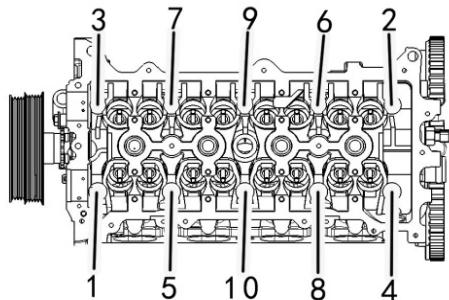

图 10-10
10. 使用气缸盖紧固螺栓工具，按图 10-10 的顺序，均匀地分几次拧松 10 颗气缸盖紧固螺栓。